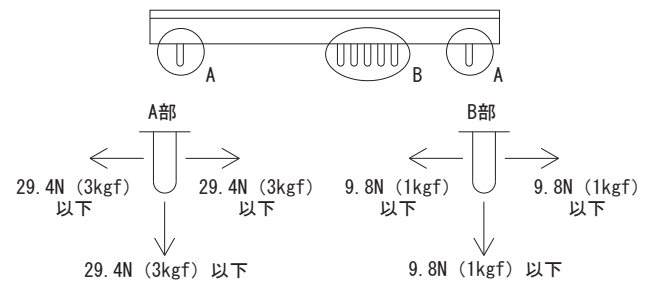

図 6.2 ピンへのストレス
- 電源の入・出力ピンに必要以上のストレスを加えると内部接続を断線させることがあります。図 6.2 に示すように、DC IN/DC OUT/RC1 ピン (A 部) は 29.4N (3kgf) 以下、信号ピン (B 部) は 9.8N (1kgf) 以下にしてください。